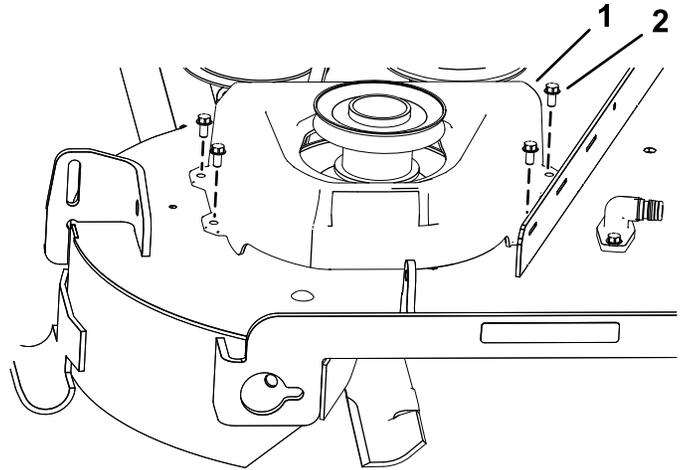

Figura 12
4. Instale la cubierta nueva sobre la polea con los 4 tornillos ($\frac{1}{4}$ " x $\frac{1}{2}$ ") que retiró anteriormente, según se muestra en Figura 12.